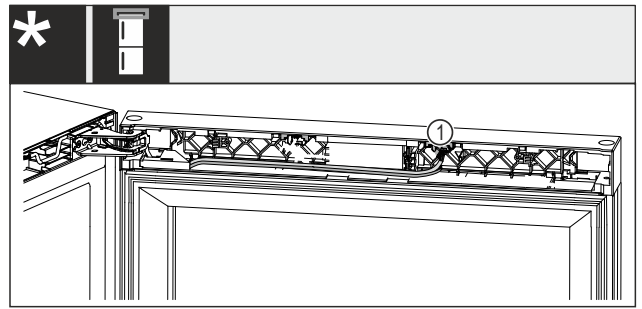

Fig. 25 Wijn-vries-combinaties\*
- ▶ Stekker Fig. 25 (1) uit het nest trekken.\*